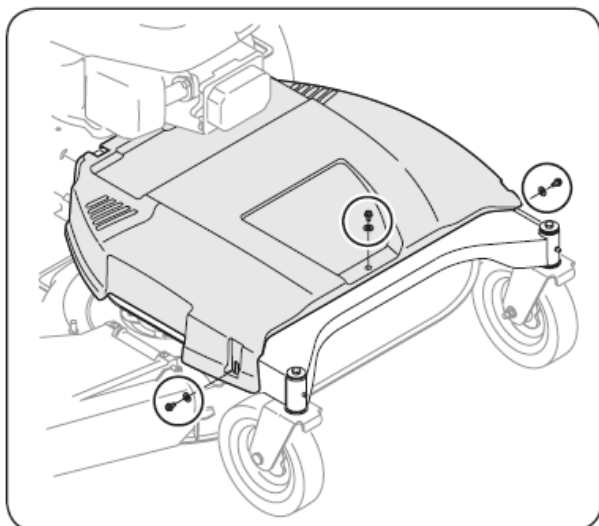

Figure 7-1
1. Retirez le couvercle de courroie en retirant les trois vis et les rondelles qui les fixent solidement au cadre. Consultez la Fig. 7-1.
2. Retirez le protège-courroie comme montré plus tôt dans la présente section. Consultez la Fig. 7-1.